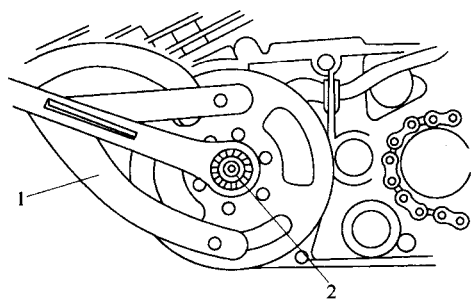

图 1-10 转子上紧固螺母的拆卸
(1)拧下发动机左盖(塑料件)的紧固螺钉,取下左盖。如图 1-10 所示,用专用转子夹持器 1 卡在磁电机转子的环槽上,固定转子不转动,用套筒扳手旋下磁电机转子的紧固螺母 2。